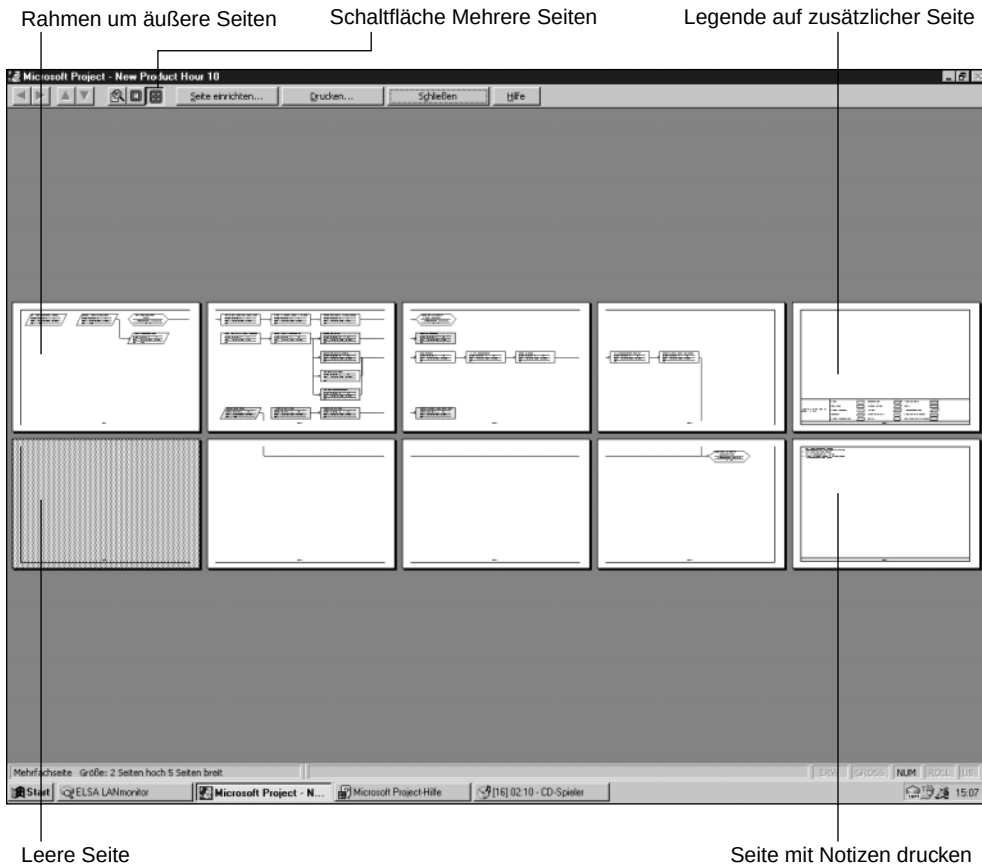

Abbildung 10.9:
- Auf der Registerkarte RÄNDER IN SEITEN EINRICHTEN-Dialogfenster können Sie die Randarten, die Sie gedruckt haben möchten, auswählen. Die Standardeinstellung druckt nur Rahmen um die Außenseiten. Damit jede Seite einzeln eingerahmt wird, wählen Sie JEDE SEITE. Wenn Sie sämtliche Rahmen ausblenden wollen, wählen Sie KEINE SEITE. Am Besten sehen Sie Ihre vorgenommenen Änderungen, wenn Sie in der Voransicht den JEDE SEITE-Button anklicken. Abbildung 10.9 zeigt Ihnen die Netzplandiagramm-Ansicht mit Rahmen um die Seiten.
- Wenn Sie die Netzplandiagramm-Ansicht ausdrucken, haben Sie die Option, die leeren Seiten auszudrucken oder nicht. Die graue Seite unten links in Abbildung 10.9 stellt eine leere Seite dar. Die Option LEERE SEITEN DRUCKEN, die Sie in der Registerkarte ANSICHT des SEITEN EINRICHTEN-Dialogfensters finden, wurde hier deaktiviert.